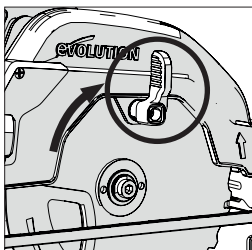

Fig. 5
- Faites pivoter le carter de lame inférieur dans le carter de lame supérieur grâce au levier manuel à actionner avec le pouce. (**Fig. 5**)